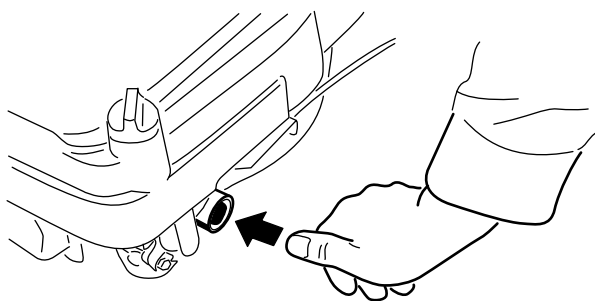

Figura 19
4. Pressione o êmbolo três vezes (Figura 19).